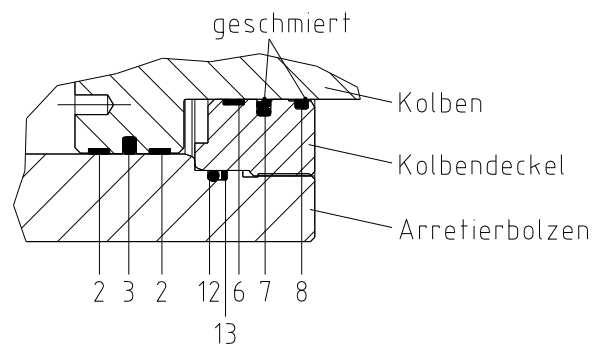

Bild 16
Die Stangendichtung (Bauteil 7) und der Abstreifer (Bauteil 8) müssen in korrekter Richtung eingebaut werden (siehe Bild 16).
- Schmieren Sie die Dichtungen, den Abstreifer und die Führungsringe mit Hydrauliköl ein (siehe Bild 16).